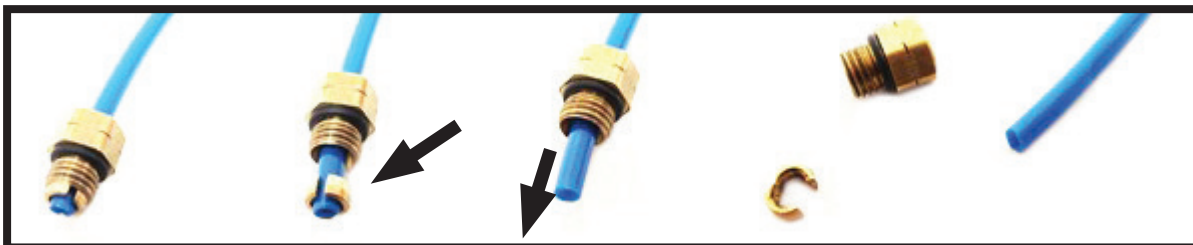

FIGURA 7
10. RETIRE LA FIJACIÓN DEL TUBO DE AIRE. PARA ELLO, EXTRAIGA LA PINZA Y LA FIJACIÓN RESTANTE SE DESLIZARÁ POR EL CONDUCTO DE AIRE. (FIGURA 7)